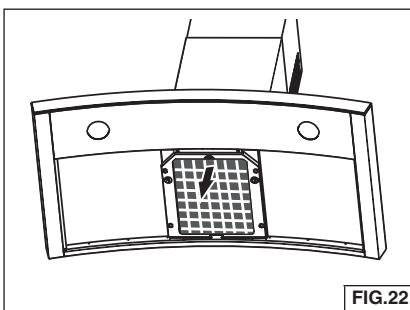

FIG.22
1. Para retirar el filtro de CARBÓN, sujetelo y presione la lengüeta del filtro hacia la parte posterior de la campana. Tire del filtro hacia abajo para desprenderlo de las lengüetas posteriores del filtro. Fig. 22.